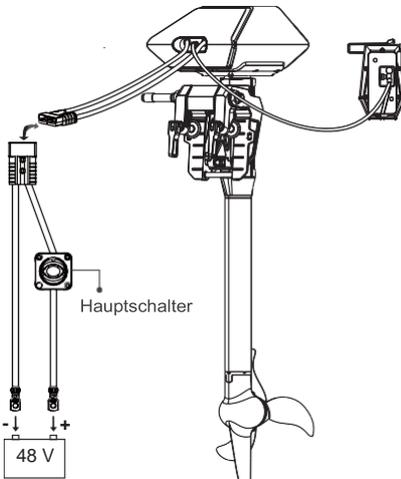
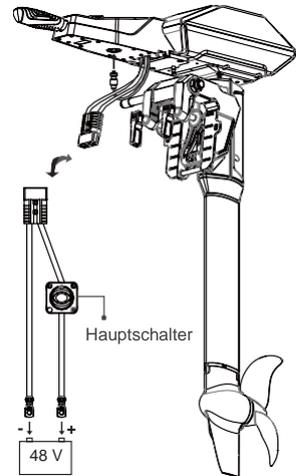

Abbildung 5-15
Abbildung 5-16
- Schritt 2:** Verbinden Sie den NAVY-Außenborder und Fernsteuerung/Pinnengriff mit einem Verbindungskabel. Bitte beachten Sie Abbildung 5-15 oder Abbildung 5-16.